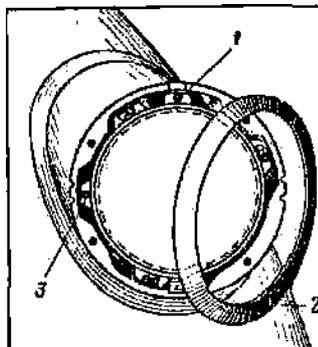

Рис. 66. Фара автомобиля:
- 2 Отвернуть винты облицовочных ободков фар и снять ободки 2 (рис. 66).